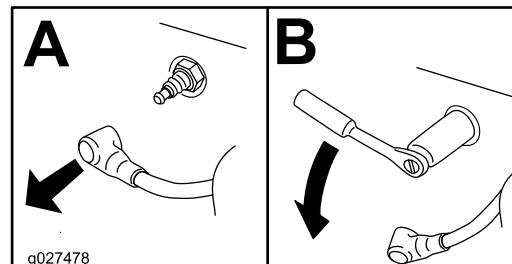

Figura 70
- Retire a(s) vela(s) como se mostra na Figura 70.